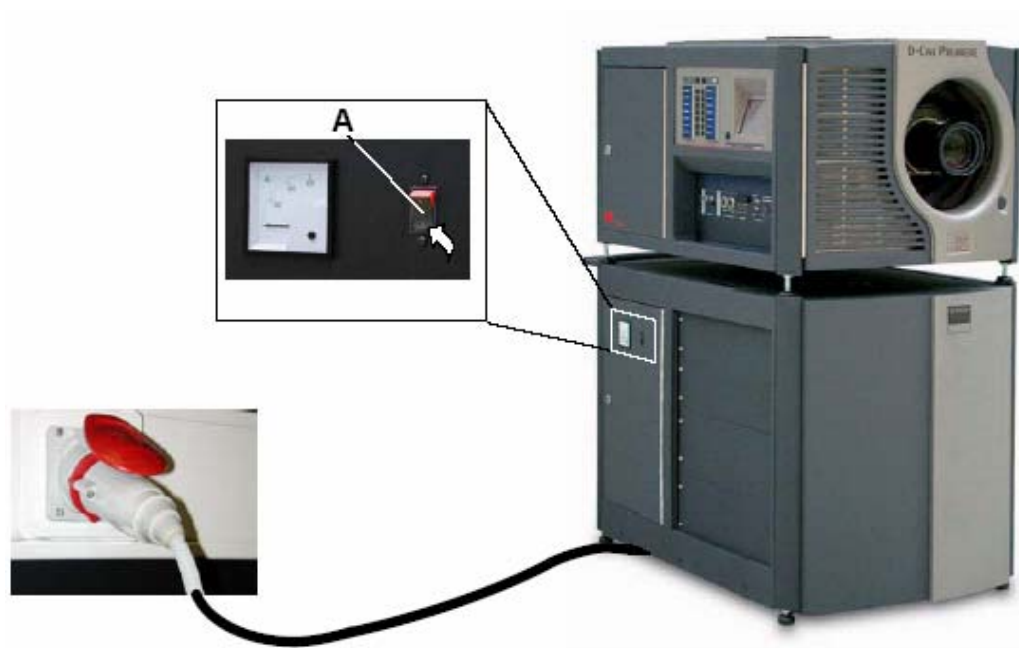

图 3-1 开启数字放映机
2. 按“1”位置上（开关的可见红色部分表示“开”状态）的翻转开关（A）。（图3-1）